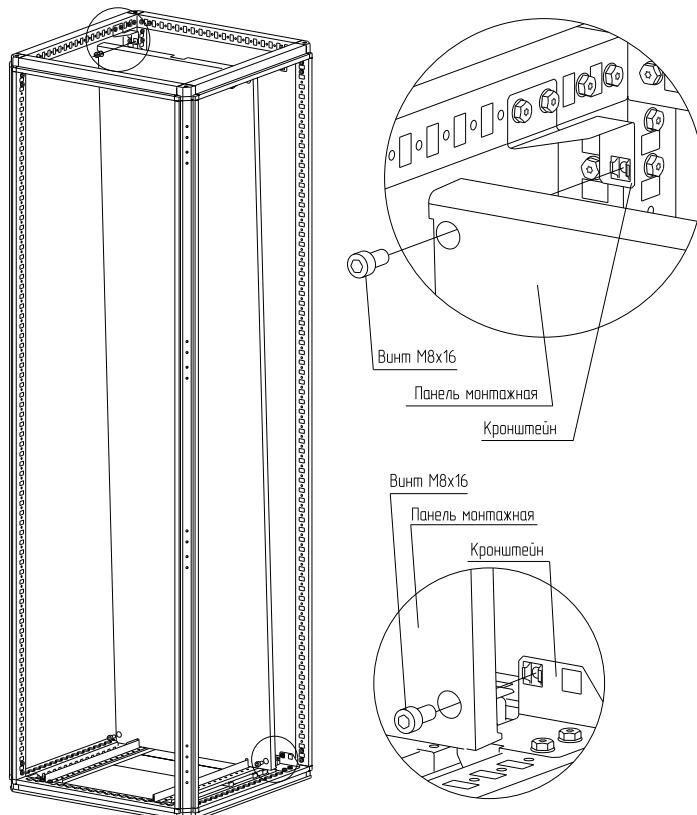

Рисунок 10
4.4.4 Прислоните панель монтажную к кронштейнам и закрепите винтами M8×16 (рисунок 10). Момент затяжки – 10 Н·м.